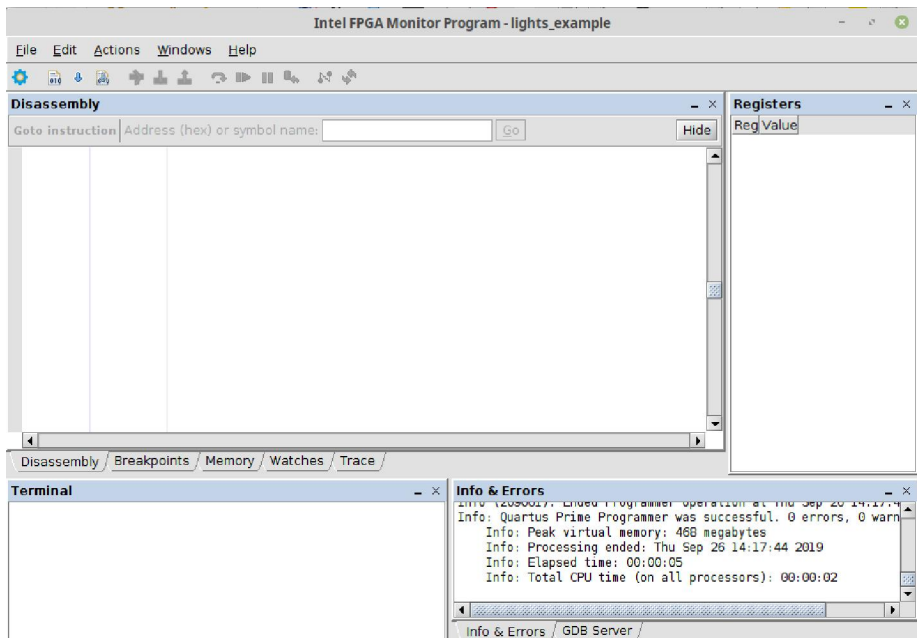

Рисунок 24. Вікно *Intel FPGA Monitor Program*.
29. Після сповіщення про успішне завантаження, у вікні *Intel FPGA Monitor Program — lights_example* (рис. 24) оберіть меню *Actions* → *Compile & Load*.